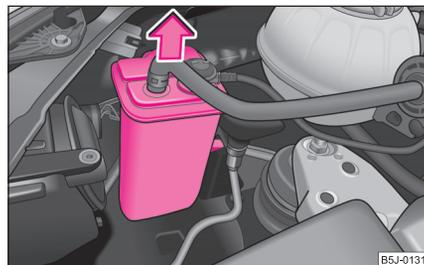

Fig. 185 Retirar el depósito de carbón activado
- En un vehículo con motor de gasolina tendrá que retirar primero el depósito de carbón activado antes de poder cambiar la bombilla del faro delantero derecho ⇒ fig. 185.